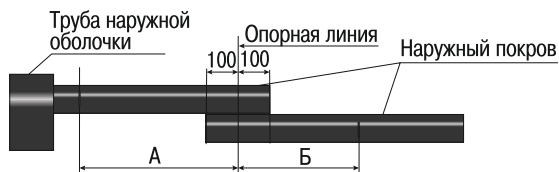

Рисунок 1
4.2 Установить соединяемые концы кабелей в приспособлении для монтажа соединительных муфт внахлест не менее 100 мм от опорной линии (рисунок 1), закрепить их.
4.5 На п/э рукав (на рисунке не показан) надеть трубу наружной оболочки (рисунок 1).